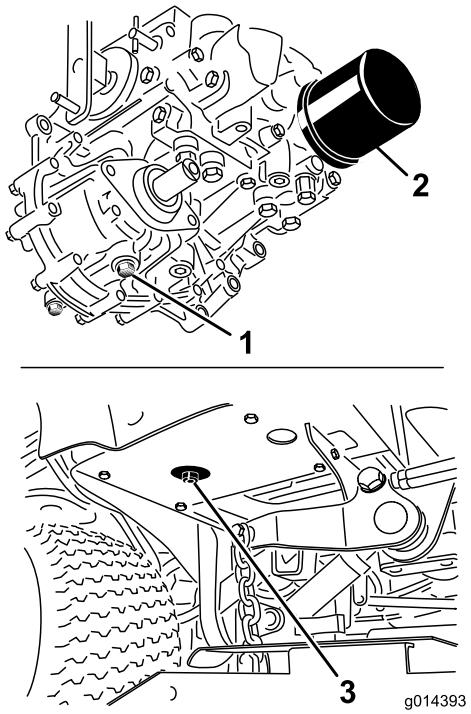

Рисунок 49
- Поместите под гидравлический бак и корпус трансмиссии большой поддон и удалите пробки; слейте всю гидравлическую жидкость (Рисунок 49).
4. Очистите область вокруг фильтра гидравлического масла и снимите фильтр (Рисунок 49).